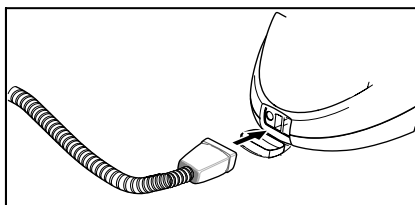

Figura 2
- Introduceți fișa pentru abur (C6) și fixați-o în priza aparatului (A1). Astfel, cele două opritoare ale fișei pentru abur trebuie să intre în capacul prizei aparatului (vezi figura 2).
- Introduceți țevile de prelungire în suportul mare pentru accesorii (vezi figura 2).